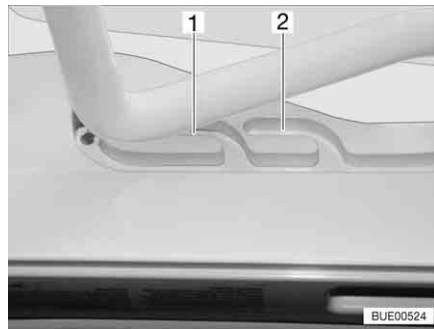
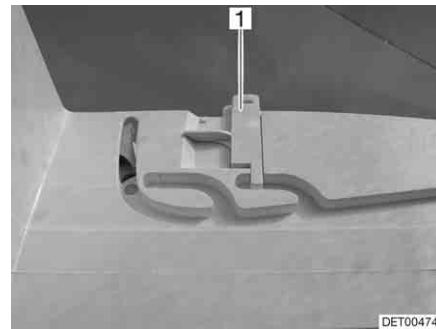

Fig. 86 Oblò Heki in posizione di ricircolo d'aria
Fig. 87 Bloccaggio della posizione di ricircolo d'aria
È possibile portare l'oblò Heki in due posizioni di ricircolo d'aria: Posizione brutto tempo (Fig. 86,1) e posizione centrale (Fig. 86,2). A seconda del modello è possibile bloccare l'oblò nella posizione centrale con il chiavistello (Fig. 87,1).
- Premere la staffa leggermente verso l'alto, spingerla nella guida selezionata (Fig. 86,1 o 2) ed eventualmente bloccarla.